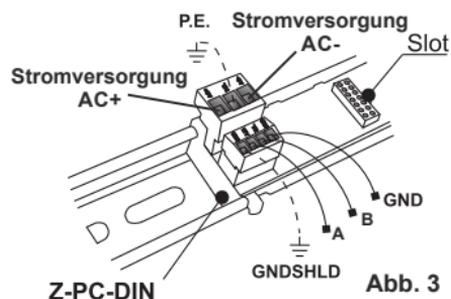
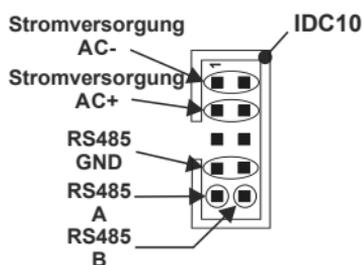

Abb. 3
Abb. 4
**Achten Sie auf die korrekte Einbauseite des rückseitigen IDC10-Steckers zum Bus Z-PC-DINAL2-52.5.** Auf der Abbildung wird die Bedeutung der verschiedenen Kontaktstifte der hinteren Steckverbindung IDC10 angegeben, falls die Signale direkt abgegriffen werden sollen. Die **Abb. 3** und **Abb. 4** zeigen den Anschluss von Stromversorgung und Port RS485 COM2 an die IDC10. **GNDSHLD**: Abschirmung zum Schutz der Verbindungskabel gegen Störungen (empfohlen).